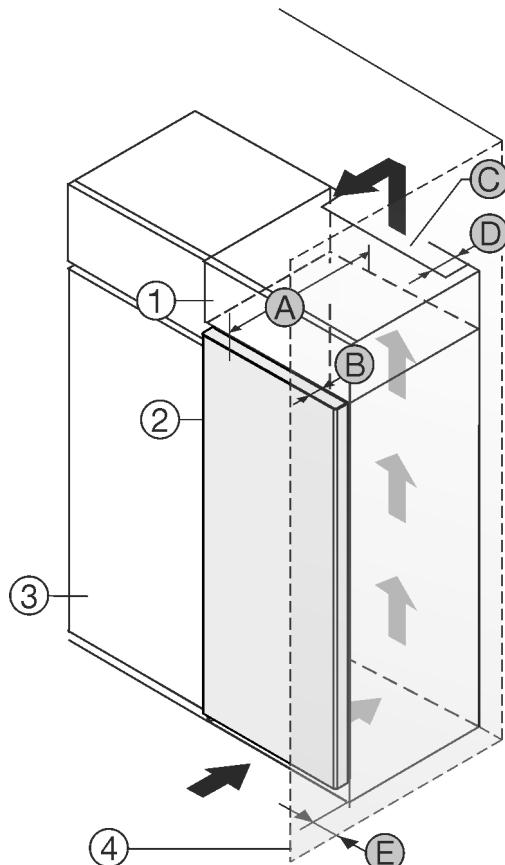

Fig. 1
Установите устройство непосредственно рядом с кухонным шкафом Fig. 1 (3).*
На задней стенке дополнительного шкафчика должен быть вентиляционный канал с глубиной Fig. 1 (D) по всей ширине этого шкафа.*
Нужно соблюдать вентиляционное отверстие Fig. 1 (C) под нижней панелью.*
Если устройство установлено на шарнирах у стены Fig. 1 (4), то расстояние между устройством и стеной должно быть не менее 13 мм.*
Если устройство установлено на шарнирах у стены Fig. 1 (4), то расстояние между устройством и стеной должно быть не менее 20 мм.*
Чтобы можно было полностью открыть двери, устройство должно выступать на глубину двери Fig. 1 (B) относительно передней стенки кухонного шкафа. В зависимости от глубины кухонных шкафов Fig. 1 (3) и использования пристенных распорок устройство может выступать и больше.*